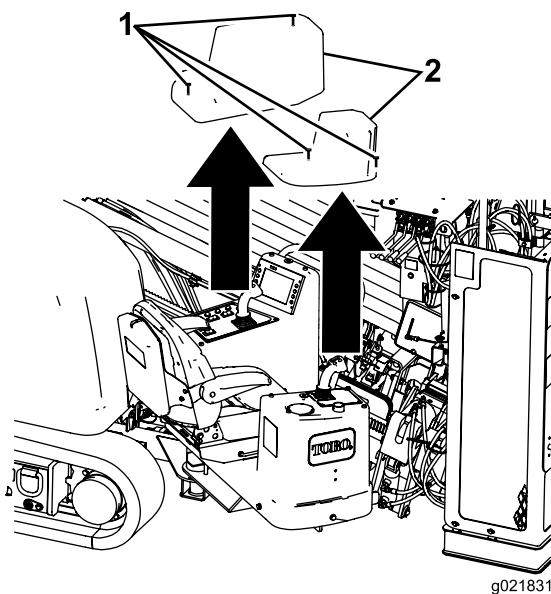

Figure 77
3. Desserrez les 4 vis qui fixent les couvercles sur les consoles de commande et déposez les couvercles (Figure 77).